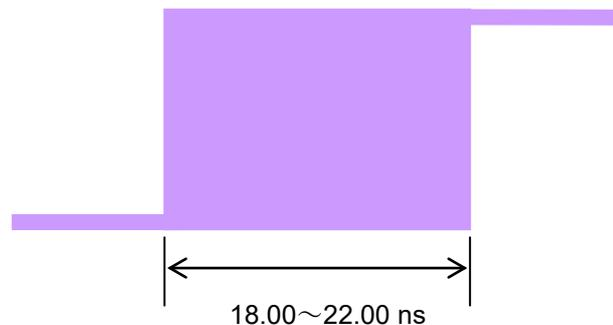

図6.3.5-2 サンプリングオシロスコープで測定された波形例
4. 波形に立ち上がりまたは立ち下がりを見ながらサンプリングオシロスコープの Center に合わせ、スパンを 5 ns/Div にします。10 s 重ね描きし測定された波形の位相偏移量が図 6.3.5-2に示す範囲に収まっていることを確認してください。